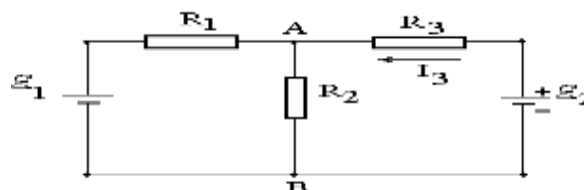

Рис. 3
25. Определить силу тока I_3 в проводнике R_3 (рис. 3) и напряжение U_3 на концах этого проводника, если $\varepsilon_1 = 8$ В, $\varepsilon_2 = 10$ В, $R_1 = 2$ Ом, $R_2 = 4$ Ом, $R_3 = 3$ Ом. Внутренним сопротивление источников тока пренебречь.